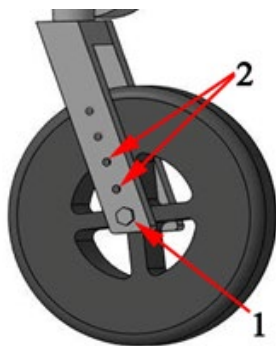

Рис.1.13
5.7 Кресла оснащены регулируемыми по высоте передними поворотными колесами. Для регулировки высоты колеса открутите болт (поз.1, рис.1.13) и извлеките его из отверстия, отрегулируйте колесо относительно отверстий (поз.2, рис.1.13) закрутите болт.